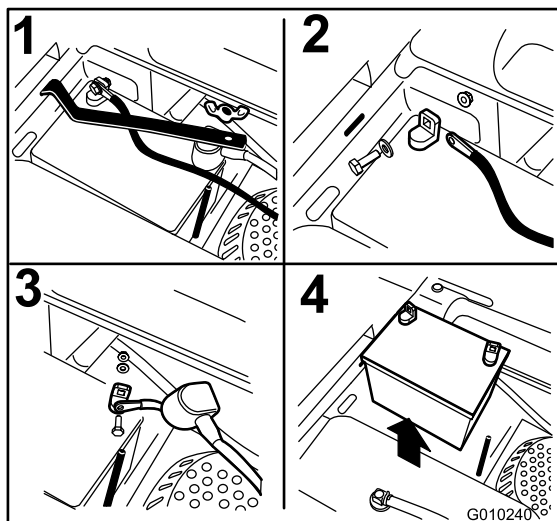

Figure 46
3. Retirez l'écrou à oreilles qui fixe la barrette de maintien de la batterie (Figure 46).
4. Commencez par débrancher le câble négatif (noir) de la borne négative (-) (noire) de la batterie (Figure 46).
5. Enlevez le capuchon rouge de la borne positive (rouge) de la batterie et débranchez le câble positif (+) (rouge) (Figure 46).
6. Déposez la barrette (Figure 46).
1. Placez la batterie dans son support en tournant les bornes à l'opposé du réservoir hydraulique (Figure 46).
4. Fixez les câbles avec 2 boulons, 2 rondelles et 2 contre-écrous (Figure 46).
6. Reposez la barrette et fixez-la avec l'écrou à oreilles (Figure 46).